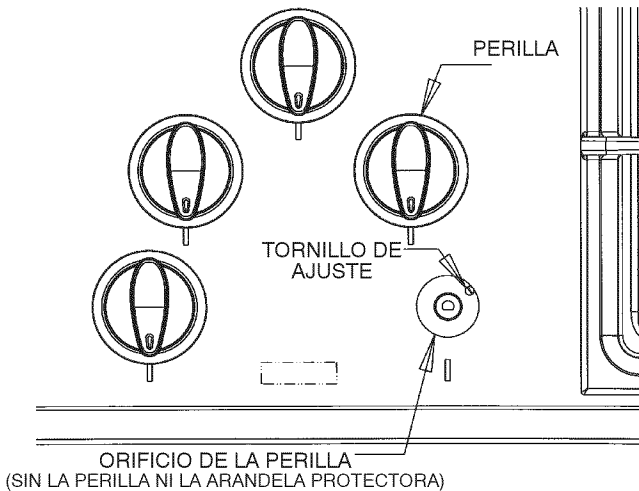

FIGURA 11
## C. AJUSTE DE LA LLAMA BAJA (Vea la figura 11)
3. Encuentre el tornillo de ajuste de la válvula. Vea la figura 11.
4. Encuentre el tornillo de ajuste de la válvula. Vea la figura 11.